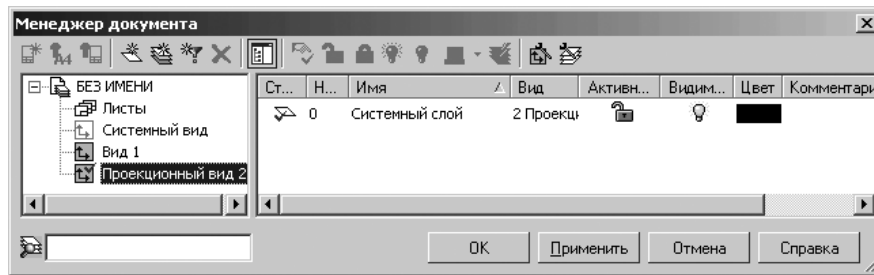

Рис. 3.129. Диалоговое окно **Менеджер документа** с выделенным видом **Проекционный вид 2**
- щелкните мышью в окне **Дерево видов и слоев** по нужному Вам виду, например, по виду **Проекционный вид 2**. Диалоговое окно **Менеджер документа** с выделенным видом **Проекционный вид 2** показано на рис. 3.129.
- щелкните в **Менеджере документа** в окне **Дерево видов и слоев** по нужному имени вида. Тут же появится текущее состояние выбранного вида (см. рис. 3.129).
Выделенный в нашем примере в окне **Дерево видов и слоев** вид – **Проекционный вид 2** (см. рис. 3.129) имеет следующие значения свойств вида: **Активный**